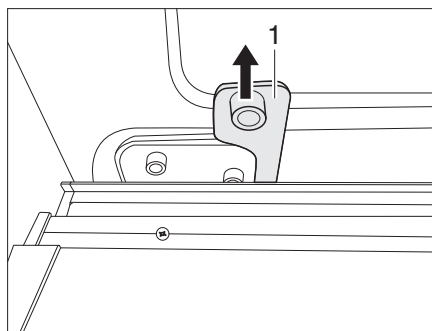

Figura 18 Desbloqueo de emergencia
- Tirar el desbloqueo de emergencia (Figura 18 , 1) con fuerza hacia arriba y colgarlo en el pasador de alojamiento previsto. La puerta corredera está ahora desacoplada y sólo se puede abrir y cerrar manualmente.